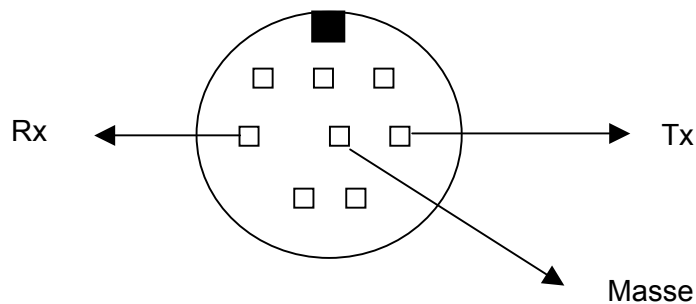

Figure 6 : connecteur mini-DIN vu de la face avant de FipSensor.
La RS232 se connecte via un connecteur de type mini-DIN sur la version boîtier Eurocard. Le brochage est indiqué sur la Figure 6, et comporte 3 fils, tx pour la transmission, rx pour la réception et la masse.
Depuis la publication de la norme CENELEC EN61158-2, le format des pré- et post-ambules des trames FIP au niveau couche physique a changé (voir Figure 6 et Figure 7). Pour rester compatible avec les deux types de trame, deuxeproms sont livrées avec un FIPSENSOR. Le sens de l'insertion du composant est donné par le détrompage du support et/ou de la sérigraphie.
- eprom « **fip** » assure des trames du type de la **Figure 6**;